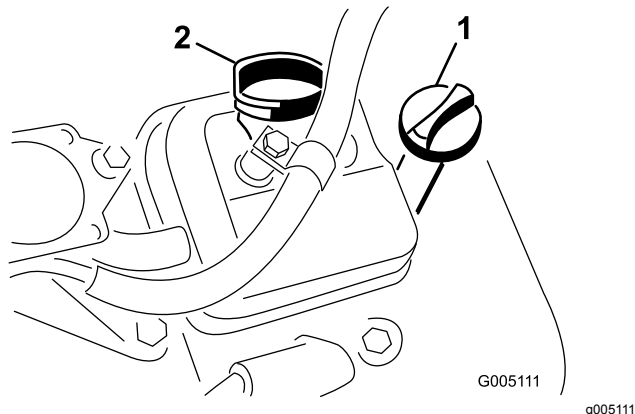

Figura 29
3. Insira a vareta no tubo da vareta e enrosque-a no tubo (Figura 29).